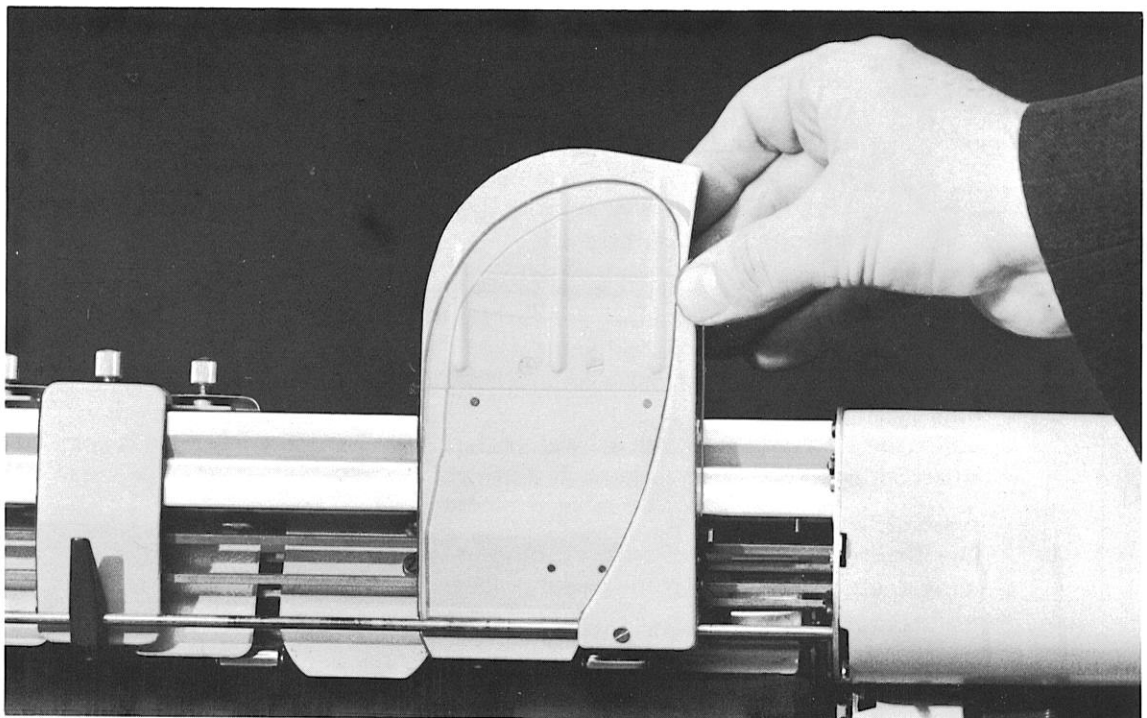

Abb. 19 Einstellen der Kartentasche
4.10.13 Kartentasche und Zwischenführungen (Abb. 19)
► **Achtung:** Kartentasche beim Verschieben nicht am **Plexiglasfenster anfassen** (s. Abb. 19)